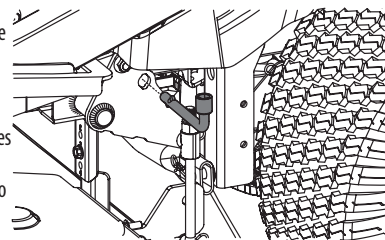

Figura 49
- Utilice el pedal de elevación de la plataforma y la perilla de elevación de la plataforma para colocar la plataforma en su posición más baja y utilice la herramienta para usos múltiples para trabar los componentes de elevación de la plataforma en su lugar. Junto a la rueda trasera del lado izquierdo del tractor hay un par de orificios de alineación (uno sobre el bastidor y uno sobre el brazo de elevación de la plataforma) como se muestra en la Figura 49. Verifique que la herramienta esté correctamente insertada en su totalidad, trabando el brazo de elevación de la plataforma en el bastidor.